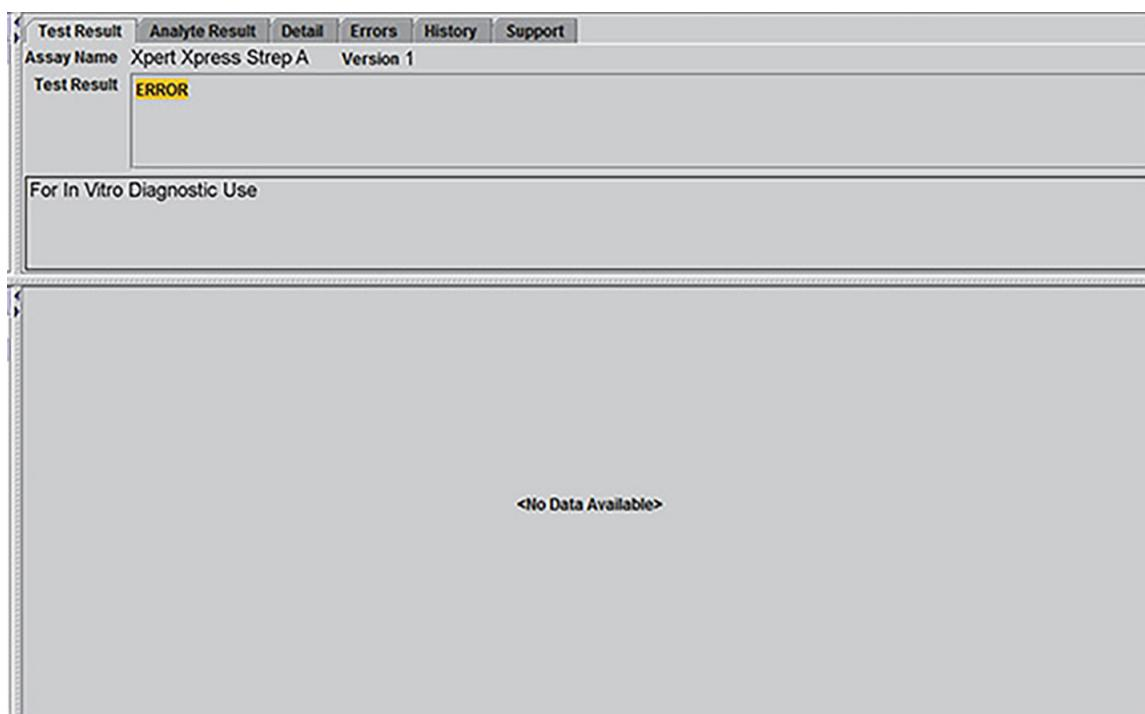

Figure 9. Exemple de résultat de test « ERREUR » (ERROR)
ERREUR (ERROR) (Voir Figure 9)	Il n'est pas possible de déterminer la présence ou l'absence de l'ADN cible du Strep A. <ul style="list-style-type: none"> • Strep A – PAS DE RÉSULTAT (NO RESULT) • CTE – PAS DE RÉSULTAT (NO RESULT) • CVS – ÉCHEC (FAIL)* ; un ou tous les résultats de vérification des sondes ont échoué. <p>* Si la vérification des sondes a réussi ou affiche SO (NA), l'erreur est due à une limite de pression maximale dépassant la plage acceptable ou à la défaillance d'un composant du système.</p> <p>Répéter le test conformément aux instructions données dans la Section 16.2. Procédure de répétition du test ci-dessous.</p>